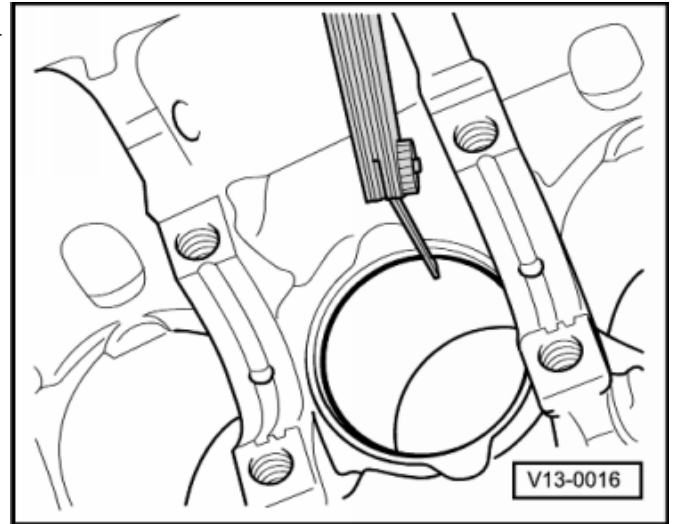

Abb. 2: Kolbenring-Höhenspiel prüfen
- ☐ Höhengspiel prüfen ⇒ Abb. 2 in **13-3** Seite 3